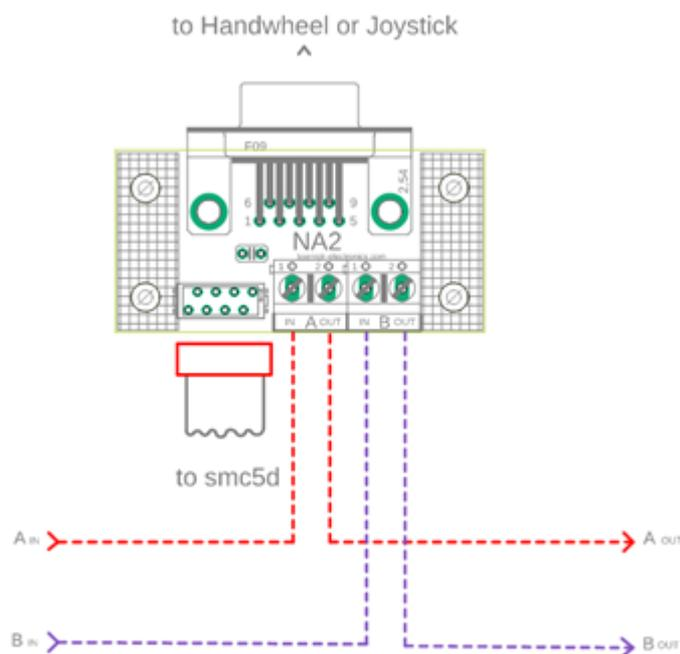

Abbildung 1: NA2 Schaltplan
**Warnung:** Damit die Elektronik von der Stromversorgung getrennt werden kann, müssen die Anschlüsse an NA2 vorhanden sein (siehe unten die Abbildung 1).